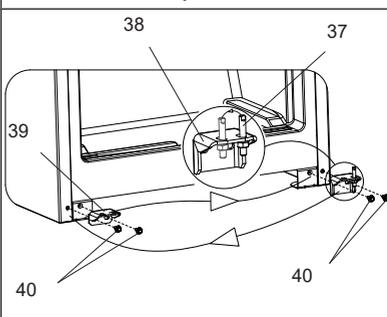

Рисунок 19
7. Снимите ось 37, выкрутив на ней торцовым ключом на 10 гайку (см. рис. 19). Переставьте местами нижние кронштейны 38 и 39, выкрутив торцовым ключом на 8 болты 40 (см. рис. 19). На нижний кронштейн 38 установите ось 37 на противоположную сторону (см. рис. 19).